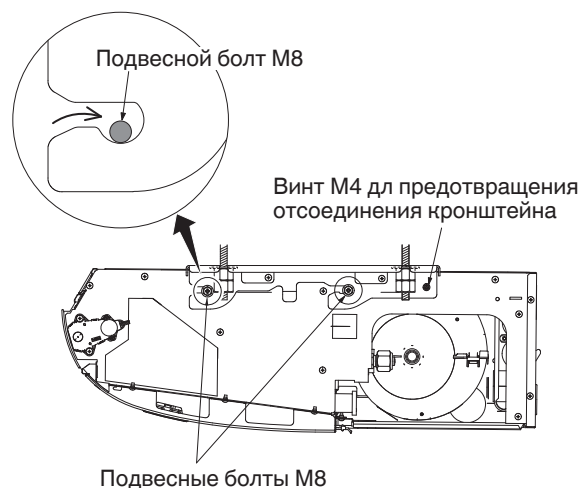

Рис. 3-17
- б) Подвесьте внутренний блок к кронштейну. Затяните подвесные болты М8 и зафиксируйте внутренний блок на месте. (Рис. 3-17)